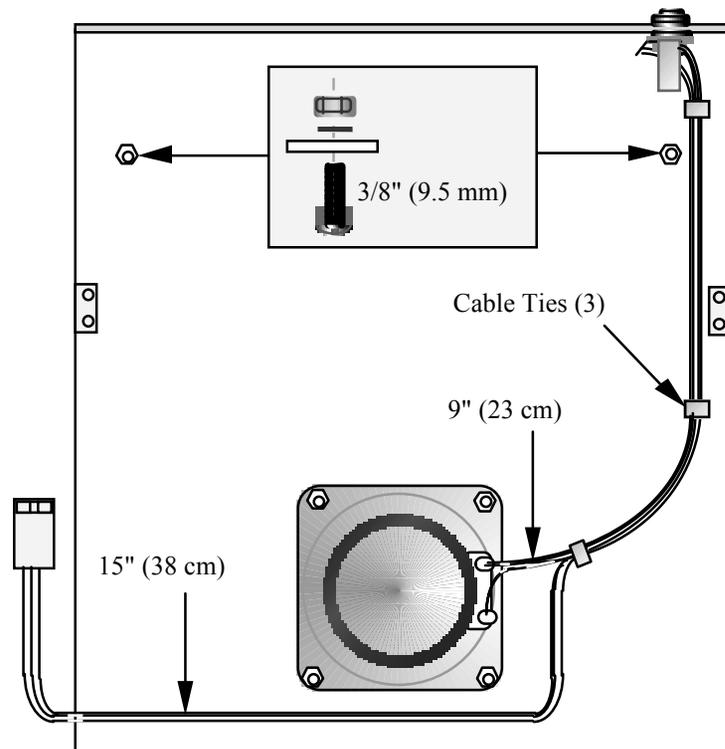
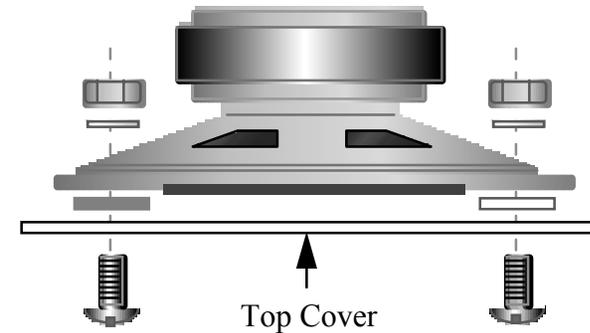
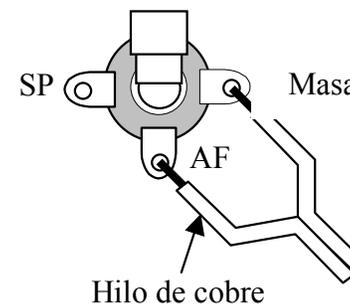

Figura 7-1
Figura 7-2
Figura 7-4
Sitúe la tapa superior cabeza abajo como muestra la Figura 7-1, con el panel posterior mirando al fondo. La imagen nos muestra como el altavoz, el cable de dos conductores y el conector del altavoz externo, así como otro herraje es montado en la tapa superior.
Sitúe el altavoz en la tapa superior en la posición mostrada en la Figura 7-1, asegurándolo con cuatro tornillos de 9,5 mm (3/8"), arandelas de fibra #4 (negras), arandelas de seguridad #4 y tuercas 4-40 (Figura 7-2). No fuerce las tuercas pues podrían estropear el marco del altavoz.
Como se muestra en la Figura 7-1, hay dos agujeros vacíos cerca del borde posterior de la tapa que deben llenarse con dos tornillos 4-40 de 9,5 mm (3/8"), asegurándolos con arandelas #4 y tuercas 4-40, que van situada en la parte interna de la tapa (Este herraje está destinado a sostener la opción de batería interna.)
Instale dos fijadores 2-D en las posiciones indicadas en la Figura 7-1 (lados izquierdo y derecho). Si están bien instalados, los fijadores 2-D estarán exactamente alineados con los bordes de la tapa. Utilice dos tornillos de chasis para sujetarlos.
Figura 7-1 y la Figura 7-4, con la pestaña "AF" situada cerca del interior de la tapa. (**Advertencia:** La mala identificación de las tres pestañas podría resultar en un cruce a masa de la salida de AF.)
- El otro extremo debe situarse en el conector del altavoz externo como muestra la Figura 7-4. El hilo de cobre debe ser conectado a la pestaña "AF" del conector. Suelde únicamente el hilo de cobre.
- Para mantener los cables del altavoz en su lugar, utilice tres sujetacables en los puntos indicados en la Figura 7-1. Los sujetacables deben estar bien cerrados. Corte el exceso de la tira.